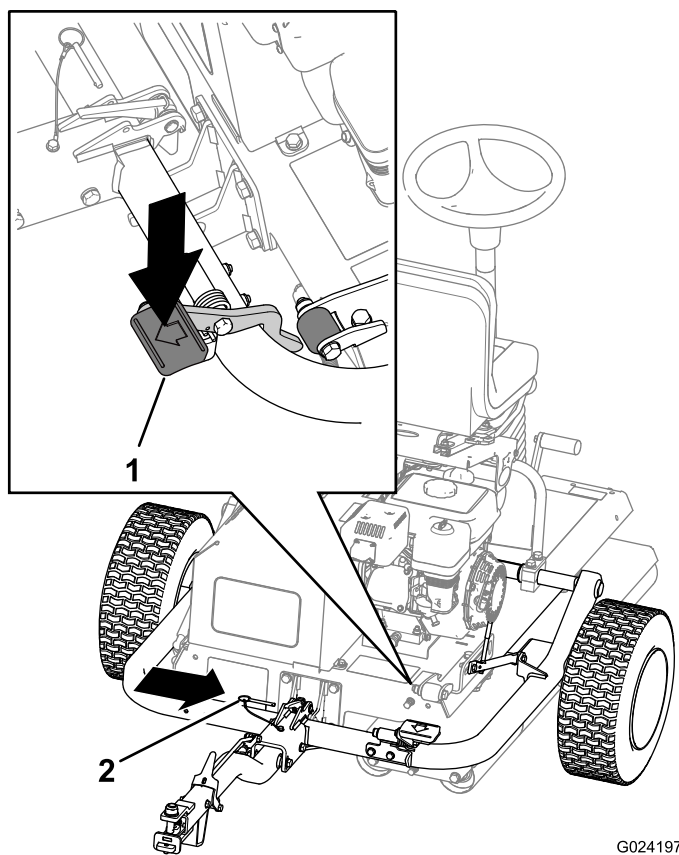

図7
- ヒッチペダルを踏んで、ヒッチをロックする図7。
- ロックピンを入れる図7。